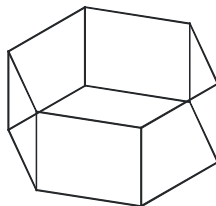

图 9-2-2
STEP 02 把视图转到东北等轴测视图，使用拉伸 EXTRUDE 命令将六边形进行拉伸，效果如图 9-2-2 所示。具体操作如下：